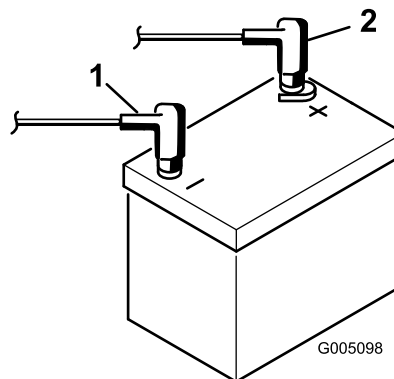

Figura 7
8. Conecte el cable positivo (rojo) al borne positivo (+) y el cable negativo (negro) al borne negativo (–) de la batería y sujételos usando los pernos y las tuercas (Figura 7). Deslice la cubierta de goma sobre el terminal positivo para evitar posibles cortocircuitos eléctricos.